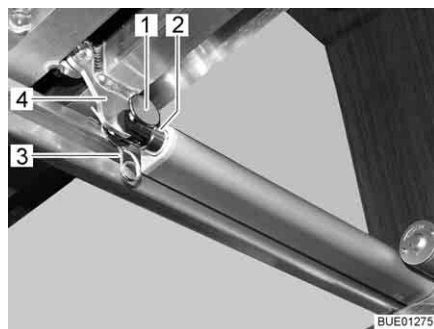

Bild 114 Drivning
- Lossa förbindelsen (t. ex. stift och fjäderkontakt (Bild 114,1 och 3)) mellan skjutstängens (Bild 114,2) och ribbotten (Bild 114,4).